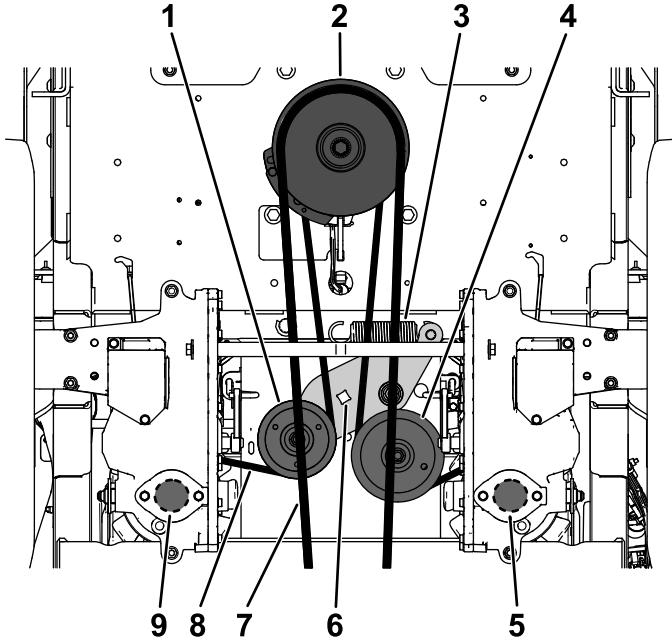

Figure 88
5. Insérez un rochet de  $\frac{1}{2}$  pouce ou une poignée articulée dans les trous carrés du bras de la poulie de tension pour détendre le ressort de la poulie de tension (Figure 88).
6. Retirez la courroie existante de la poulie de tension, des 2 poulies d'entraînement de pompe hydraulique et de la poulie du moteur (Figure 88).
7. Chaussez la courroie neuve sur la poulie de tension, la poulie du moteur et les 2 poulies de la pompe hydraulique (Figure 88).